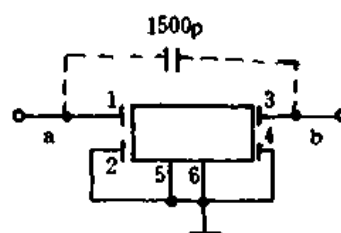

图 18-6 电容代换法
如图 18-6 所示,当声表面漏电严重时,也可用电容器代换之,即省掉声表面滤波器不用。将①、③脚处的铜箔割开,然后把一只 1500pF 的瓷片电容器焊在 a、b 之间,电视机即可正常使用。因为我国的电视频道是国家统一划分的,分配给各地区的频道比较合理,加之电视台频道数又少,所以基本上不存在邻近频道干扰的问题,作为应急修理,一般能满足收看效果的要求。但当购到同型号的声表面滤波器还是及时更换为好。